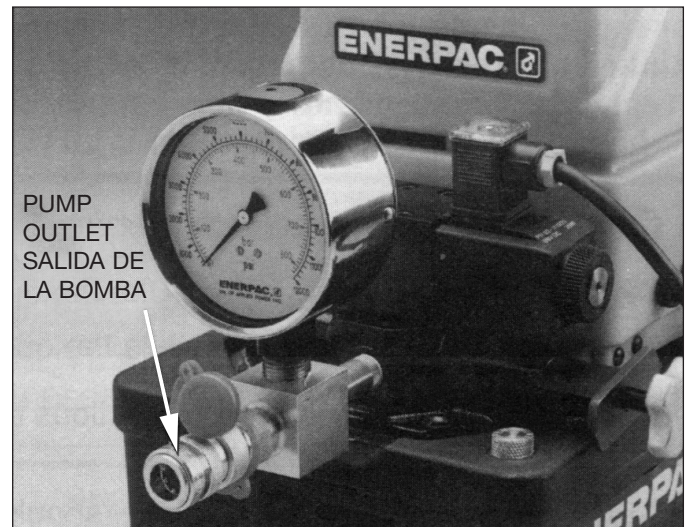

Figura 2 - Pump Outlet Salida de la bomba (de efecto simple)
1. Acople la manguera a la salida de la bomba mostrada en la figura 2. ASEGÚRESE de utilizar la manguera marcada con la inscripción “ENERPAC SERIE 800 - 800 BAR/11.600 PSI MÁX”. Apriete con la mano los anillos de seguridad acopladores.